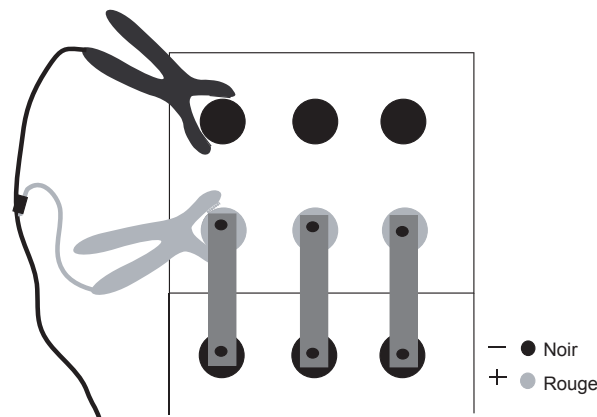

Figure 5 : Branchement du câble aux bornes de bac
1. Reliez la pince ou la pointe de capteur noire à la borne noire (-). Reportez-vous à la *figure 5*.